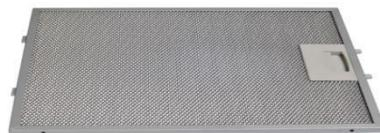

Рис. 1
1. Снимите алюминиевый жироулавливающий фильтр (рис. 1).
6. Установите алюминиевый жироулавливающий фильтр (рис. 1).
Для отсоединения алюминиевого фильтра (рис. 1) следует нажать на пружинный замок на фильтре и вынуть его. Установка фильтра производится в обратном порядке. Следует нажать на пружинный замок на фильтре и установить его на место, после чего замок отпустить. Не устанавливайте фильтра в вытяжку до их полного высыхания.